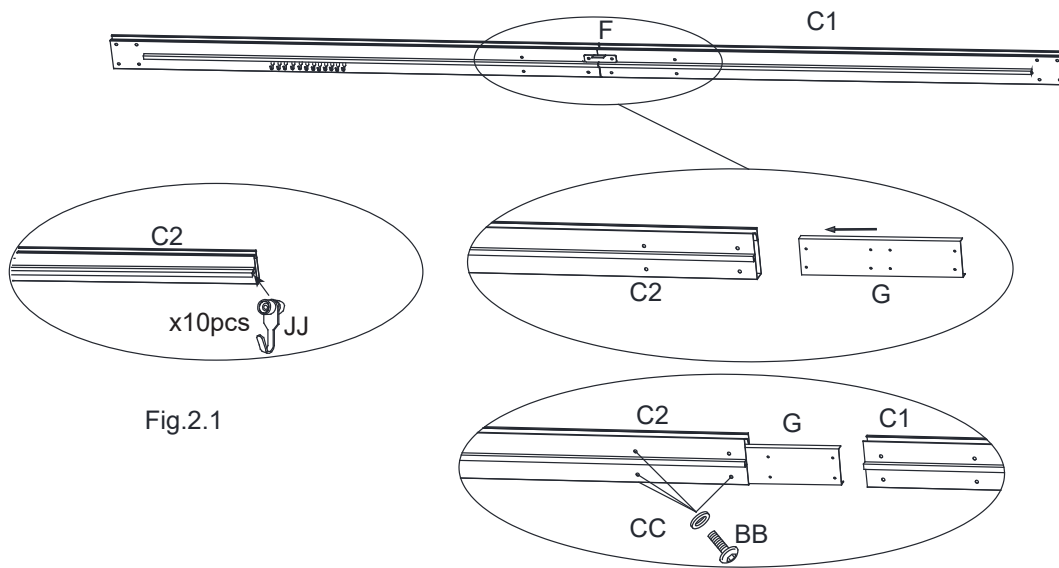

Fig.2.1
2.1. Faire glisser les crochets pour moustiquaire (JJ) dans le linteau court droit (C2), voir Fig.2.1.